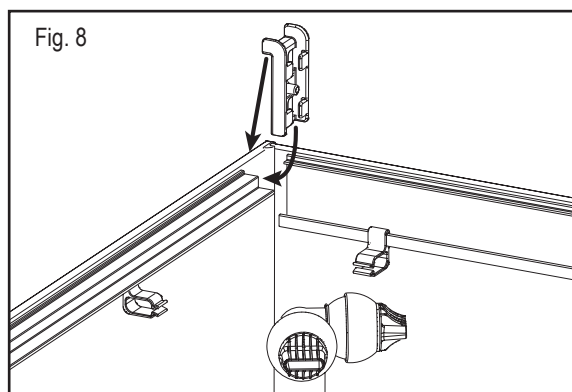

Fig. 8
2. Coloca las guías para cables donde corresponda y deslízalas sobre el corredor inferior de ambos rieles (Fig. 8).
6. Coloca la guía para cables sobre los bordes dentro del tanque luego de alinearla con el borde superior del vidrio (como se ve en la Fig. 8); para ello, presiónala suavemente sobre el vidrio. Para garantizar una máxima adherencia, deja pasar 24 horas antes de llenar el tanque con agua.